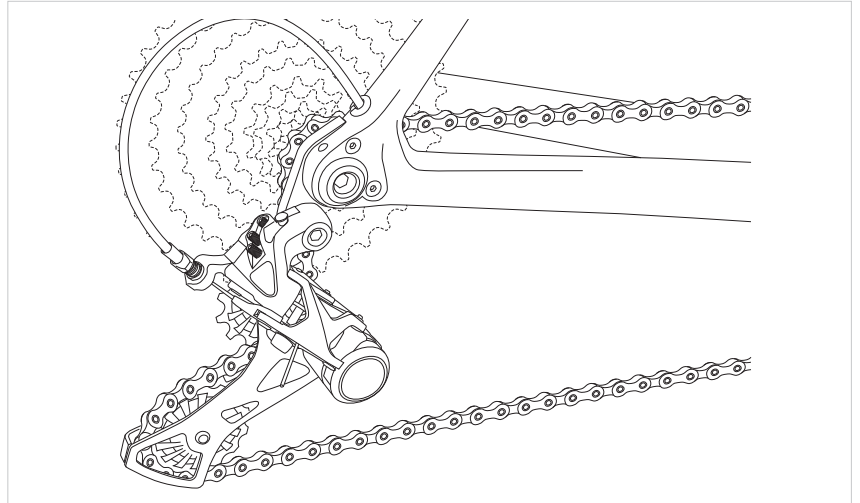

Fig.1
- Positionieren Sie das Schaltwerk auf dem kleinsten Ritzel (**Abb.1**).